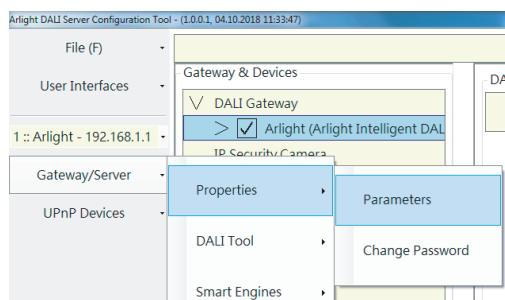

Рис. 4.
- Для получения детальной информации о контроллере и его настройках нажмите Gateway/Server -> Properties -> Parameters (Рис. 4).